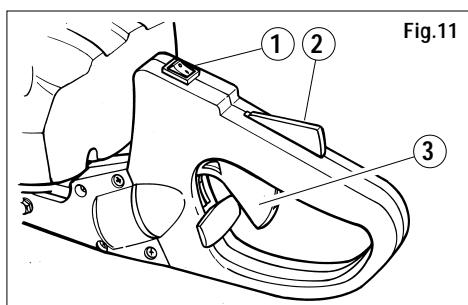

Fig.11
- 2) Pulsar el interruptor de parada (fig. 11 part.1) en posición «ON».
acelerador (fig.11 part. 2), liberando de este modo el movimiento de la palanca del acelerador (fig.11 part. 3).
- 1) Para parar el motor, situar el interruptor (fig.11 part. 1) en posición «OFF».